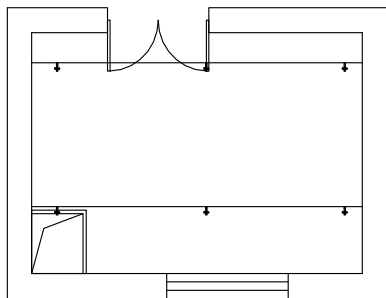

图 2-112 打开素材
**01** 按 Ctrl+O 组合键，打开配套光盘提供的“第 2 章/2.3.13 设备移动.dwg”素材文件，结果如图 2-112 所示。